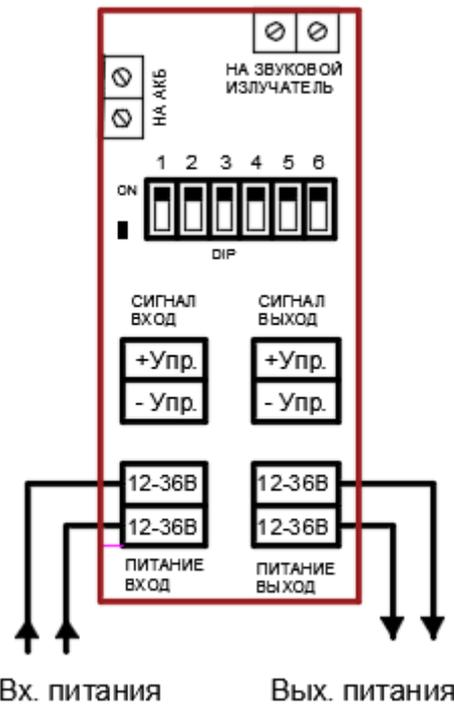

Рисунок 3 – Схема 2-х проводного подключения оповещателя пожарного взрывозащищенного ТСВ 12÷36В. Номинал управляющего сигнала: 12÷36В DC, 12÷28В AC.
3.2 НАЗНАЧЕНИЕ ПЕРЕКЛЮЧАТЕЛЕЙ DIP («1-6»), рис. 3 – 8:
- произвести подключение проводов в соответствии со схемами подключений рис. 3 – 6 настоящего РЭ. В оповещателе использованы нажимные клеммы для проводов, сечением до 2,5 мм². Для подключения оповещателя использовать кабели с медными жилами, сечением не менее 0,75 мм².